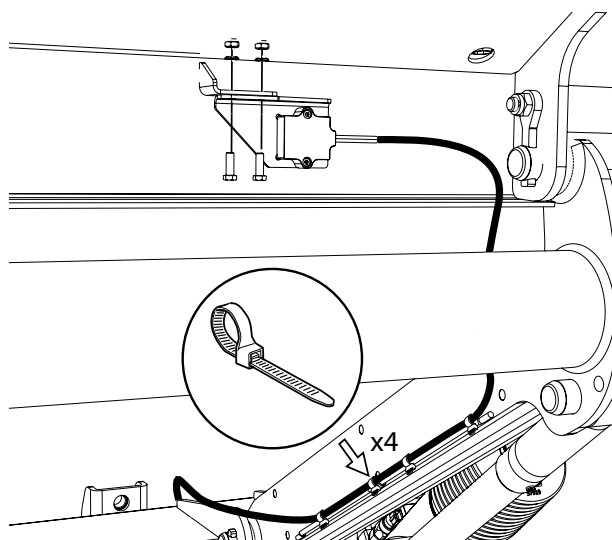

Bild 55. Montering Inklinometer
1. Montera inklinometern på plattformen, använd medföljande skruvar, muttrar och brickor och fäst kabeln med buntband, se Bild 55.